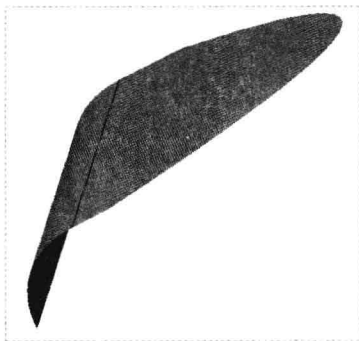

图 9-16 创建相交曲线
Step 04 执行操作后，即可创建相交曲线，效果如图 9-16 所示。